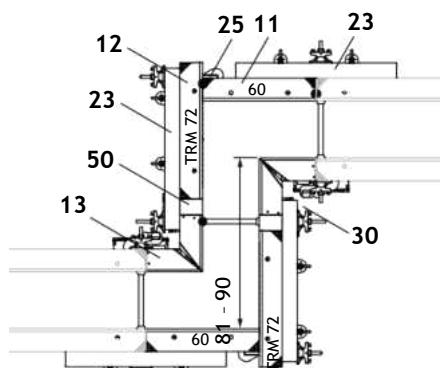

Fig. A10.03
- Елемент TR 60 (11)
- Многофункционален елемент TRM 72 (12)
- TRIO вътр. Ѹгъл TE (13)
- Изравняващ ригел TAR 85 (23)
- Структурен елемент (25)
- Компенсация доставена от изпълнителя (50)
- Допълнителни свръзки (30)
- (Fig. A10.03)